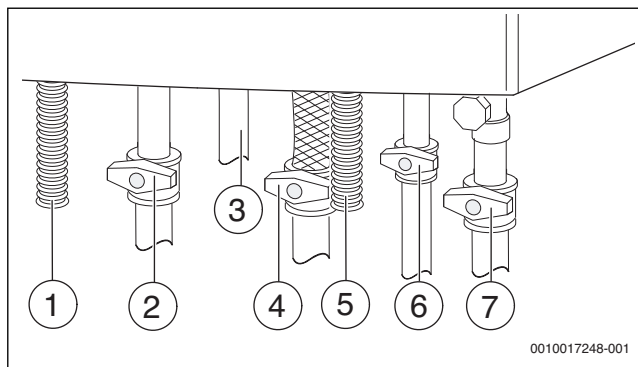

Fig. 26 Racorduri pe partea de gaz și apă (accesorii)
- Deschideți robinetul pentru apă rece (→ fig. 26) și, apoi, un robinet pentru apă caldă, până când curge apă.
- Deschideți robinetul pe turul încălzirii și cel pe returul încălzirii (→ fig 26).